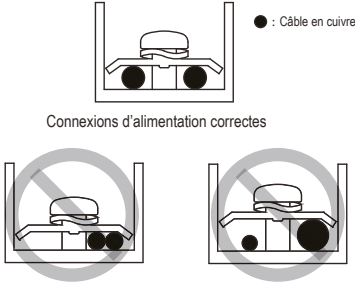

Figure 9.2
- Ne pas connecter deux câbles d'alimentation de diamètres différents à la même borne d'alimentation (cela peut provoquer une surchauffe des fils en raison d'un câblage lâche) (voir fig. 9.2).